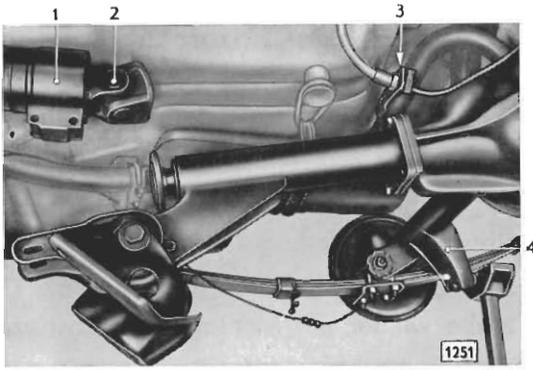

Bild 46 - Hinterachse nach vorn unten geschwenkt und mit Montagebock unter Stoßdämpferstütze abgestützt
6. Hinterachse mit Gelenk nach dem Lösen vom Stützrohr etwas nach vorn unten schwenken und auf einer Seite unter der Stütze (46/4) für die untere Stoßdämpferbefestigung mit Montagebock abstützen (Bild 46). Durch das Schwenken der Achse nach unten ist das Stützrohr beim Aus- und Einbau besser zugänglich.